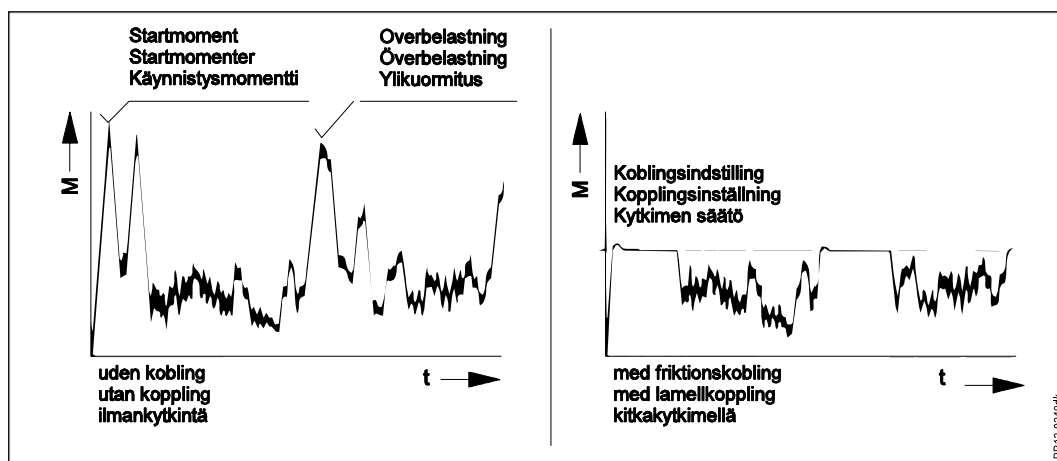

Fig. 5-3
- Fig. 5-3 For at sikre Deres traktor og maskine en lang levetid, er maskinen leveret med en friktionskobling på KO-akslen mellem traktor og maskine. På figuren er det illustreret, hvordan koblingen beskytter transmissionen mod store momentspidser, samtidig med at den er i stand til at opretholde momentet, mens den er i funktion (glider).